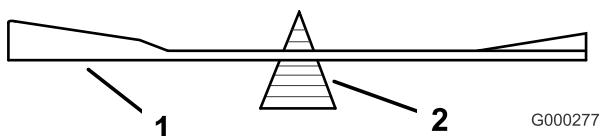

Figura 74
- Verifique el equilibrio de la cuchilla colocándola sobre un equilibrador de cuchillas (Figura 74).